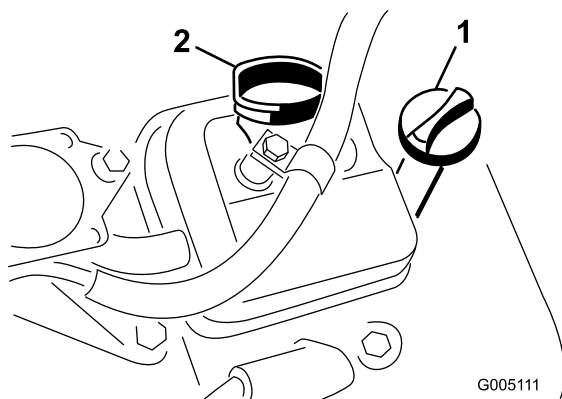

図 25
2. ディップスティックを抜き、ウェスで一度きれいに拭く。ディップスティックを、チューブの根元までもう一度しっかりと差し込む（図25）。